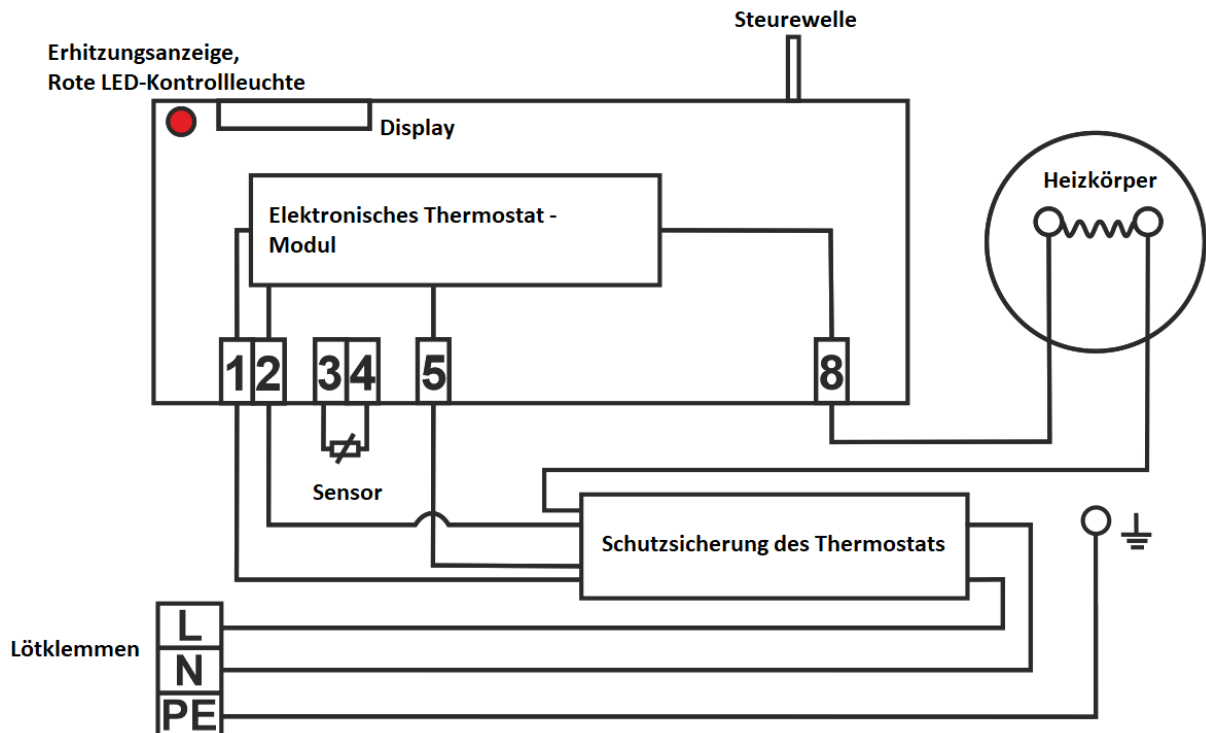

Abbildung 8
Der werkseitig vorgenommene Anschluss darf nicht geändert werden! (Abbildung 8). Die elektrischen Teile des Warmwasserbereiters sind von Schutzklasse IP 44. Die Leistungsaufnahme des Heizkörpers beträgt 2000 W (OKHE ONE/E 50-120), 1100 W (OKHE ONE/E 30).
- Das Schema für den elektrischen Anschluss ist dem Wassererhitzer beigelegt, es befindet sich an der Abdeckung der Elektroinstallation (Abbildung 8).